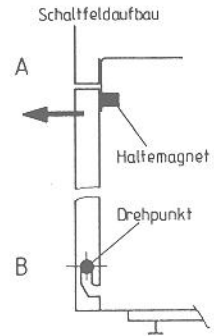

Abb. 5a
- Griffleiste fassen und Vorderwand von Magneten abziehen (Abb. 5a)